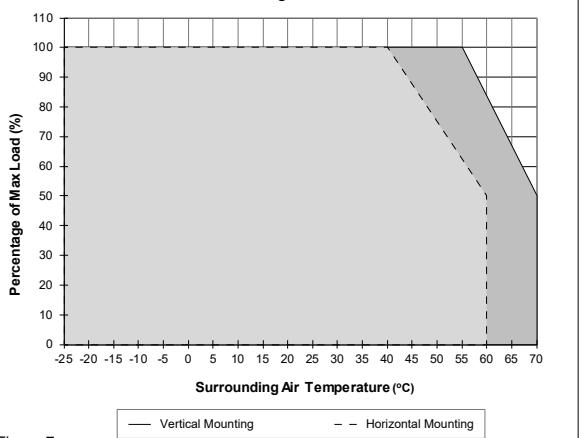

Figure 7
Betriebstemperaturbereich (Umgebungstemperatur), Leistungsherabsetzung gemäß Abb. 7
4.5. Temperaturverhalten (Abb. 7)
Sollte die Ausgangsleistung in Abb. 7 empfohlenen Wert übersteigen, löst der thermische Überlastschutz aus und schaltet das Gerät ab. Das Gerät bleibt dann so lange in diesem Zustand, bis die Umgebungstemperatur oder die Last soweit abgesenkt wurde, dass das Gerät wieder im Normalbetrieb arbeiten kann.